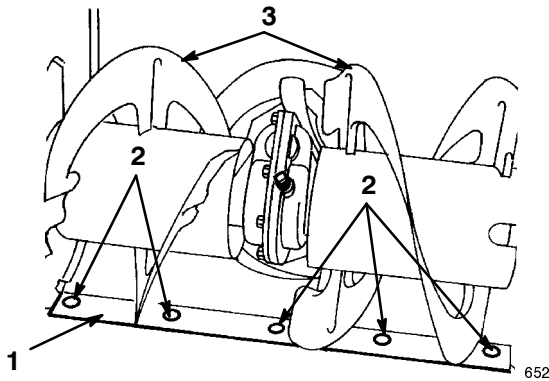

Figure 32
- Placez un support sous **les lames de la tarière** pour qu'elles se trouvent à 3 mm du sol (Fig. 32).
- Pour corriger la position de la lame racleuse, desserrez les 5 vis de montage (Fig. 32), mettez la lame de niveau à la hauteur voulue et resserrez les vis.